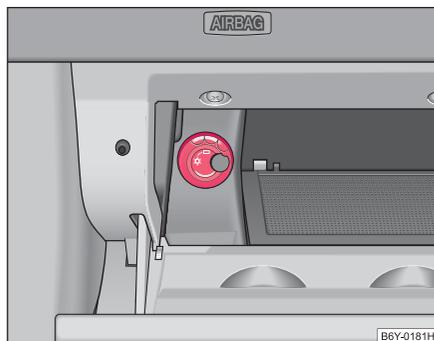

Abb. 71 Ablagefach:
- Mit dem Drehschalter ⇒ Abb. 71 schalten Sie die Kühlung ein bzw. aus.